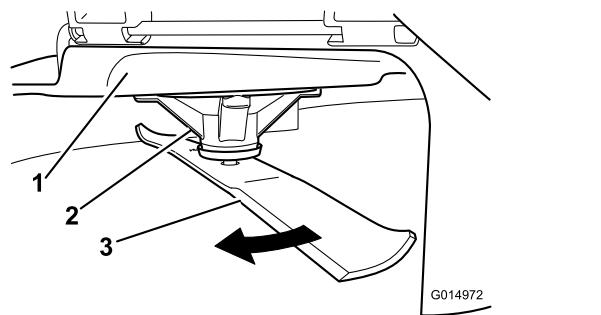

Figura 60
2. Indossando guanti dalla spessa imbottitura o altre protezioni idonee per le mani, ruotate lentamente la lama in una posizione che consenta di misurare la distanza tra il bordo di taglio e la superficie piana su cui si trova la macchina (**Figura 60**).